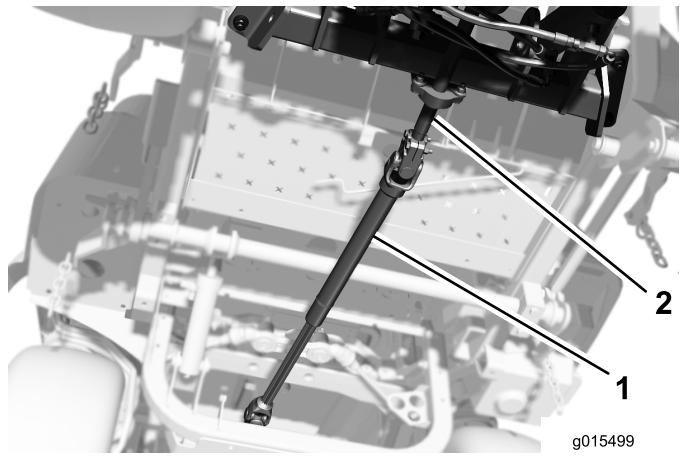

Figura 10
1. Ao alinhar os furos de montagem do veio de transmissão com o furo do eixo do macaco, deslide o veio de transmissão para o eixo do macaco do acessório (Figura 10).